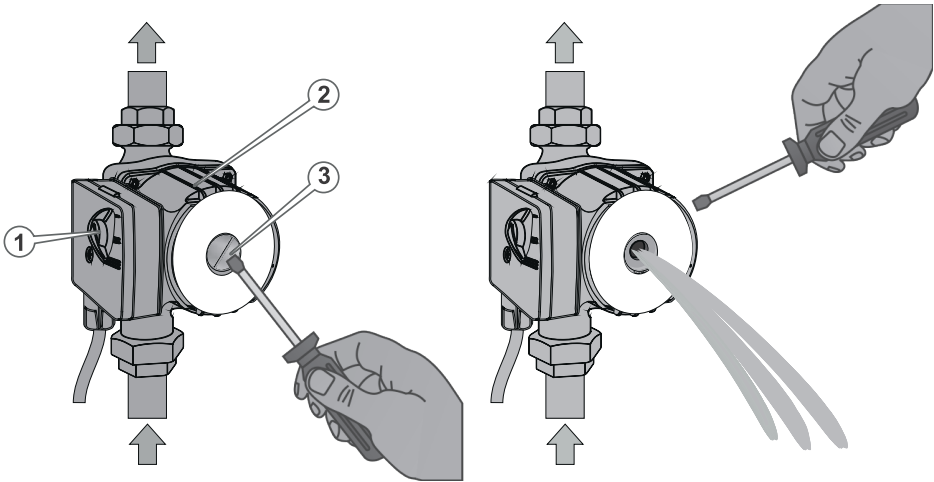

Рисунок 4. Схема випуску повітря з насоса.
1. Відкрутити на корпусі насоса заглушку заливного отвору (1, рис. 4) і перевірити наявність води в робочій камері насоса, за необхідності заповнити порожнину насоса водою, яка необхідна для запуску виробу.
Перед зберіганням в умовах знижених температур (нижче 0 °С) обов'язково злити воду з насоса і просушити його. Для цього необхідно демонтувати виріб, акуратно викрутити пробку (1, рис. 4) і злити воду.